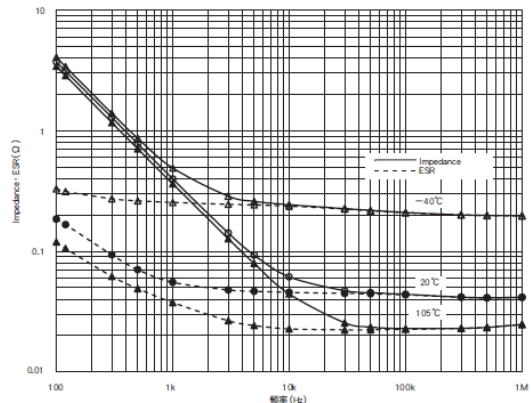

图22- 阻抗 · ESR的温度频率特性
④由于铝电解电容器的阻抗特性主要受电解液和电解纸的阻值的影响，在自身共振频率时，Z值相对要较高（如图-21所示）。同时，阻抗也受温度影响：温度升高，阻抗减少；温度降低，阻抗增大（如图22）